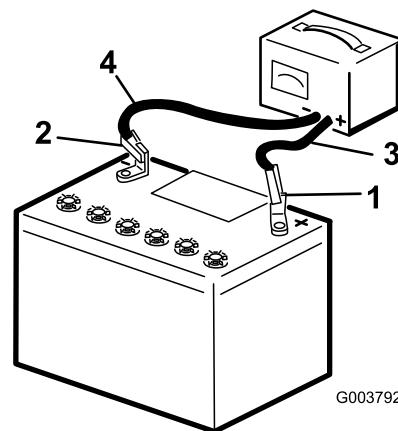

Figura 38
3. Caricate la batteria per 10 o 15 minuti a 25 – 30 A o 30 minuti a 4 – 6 A (Figura 38). Non sovraccaricate la.
4. Quando la batteria è completamente carica, staccate il caricabatterie dalla presa elettrica e scollegate i cavi di ricarica dai poli della batteria (Figura 38).